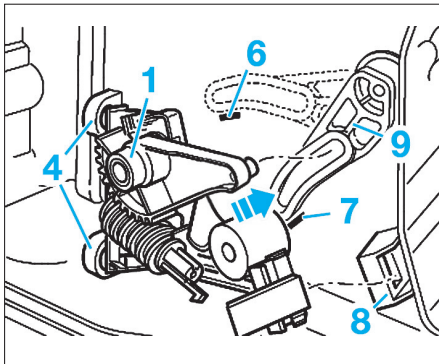

FIG. 33
- Repérer le positionnement du levier (9) du volet de mélange d'air en positions de fin de course (volet complètement ouvert (6) et volet complètement fermé (7)) sur le boîtier répartiteur d'air (Fig.33).